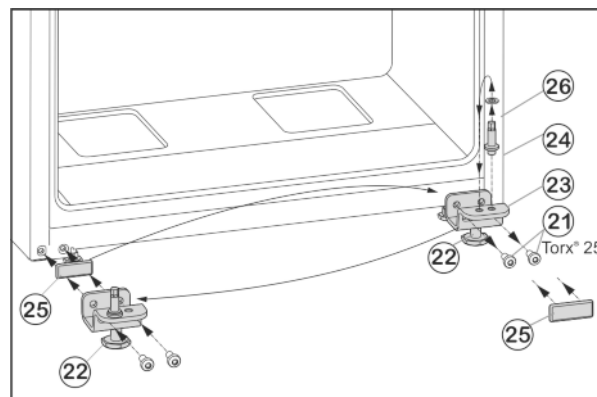

Fig. 9
- Odvijte pričvrzne vijke Fig. 9 (21).
- Skinite cijeli podložak ležaja dolje Fig. 9 (23) zajedno sa svornjakom ležaja Fig. 9 (24), pločicom Fig. 9 (26) i podesivom nožicom Fig. 9 (22).
- Potpuno odvijte svornjak ležaja Fig. 9 (24) zajedno s pločicom Fig. 9 (26), premjestite ga u suprotnu prihvatnu rupu podloška ležaja i ponovo zavijte.
- Pažljivo skinite poklopac Fig. 9 (25) i premjestite ga na drugu stranu.
- Cijeli podložak ležaja dolje Fig. 9 (23) zajedno sa svornjakom ležaja Fig. 9 (24), pločicom Fig. 9 (26) i podesivom nožicom Fig. 9 (22) ponovno pričvrstite na novoj strani šarke, po potrebi uz pomoć odvijača na baterije (s 4 Nm).
- Stavite vrata odozgo na svornjak ležaja Fig. 9 (24).
- Odvijte podesivu nožicu Fig. 9 (22) napodlošku ležaja dolje Fig. 9 (23) tako da se podupre o pod.